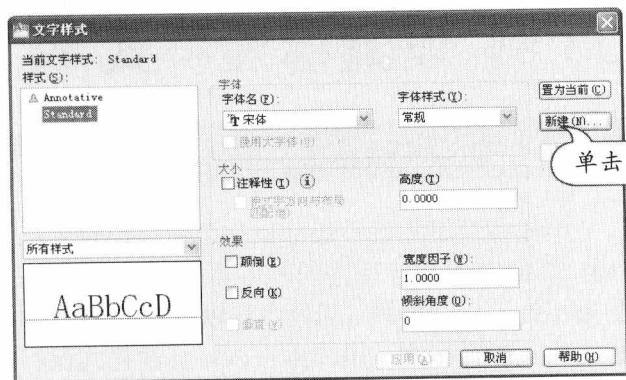

图 1-12 新建文字样式
STEP 01 新建文字样式。新建一个图形文件,在菜单栏中执行“格式>文字样式”菜单命令,在“文字样式”对话框中单击“新建”按钮,如图 1-12 所示。